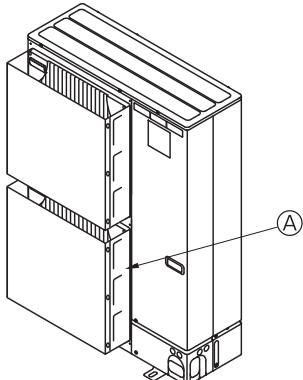

Fig. 3-3
- Установите дополнительный воздуховод выходного отверстия и основной воздуховод, если прибор установлен в месте, где сильный ветер от тайфуна и др. может попадать непосредственно в вентиляционную решетку. (Fig. 3-3)